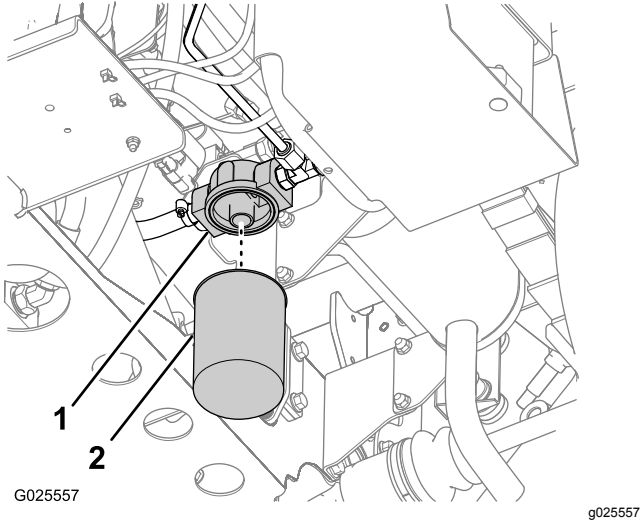

图81
2. 清洁过滤器安装区周围的区域 图81。
3. 在滤清器下面放置一个放油盘 图81。
4. 逆时针旋转滤清器然后将其取出 图81。
5. 清洁滤芯适配器的过滤器安装座的安装表面 图81
7. 将滤芯拧入滤芯适配器直至滤芯垫片接触到适配器的安装座表面 图81 然后将滤芯再拧紧 1/2 圈 图81。